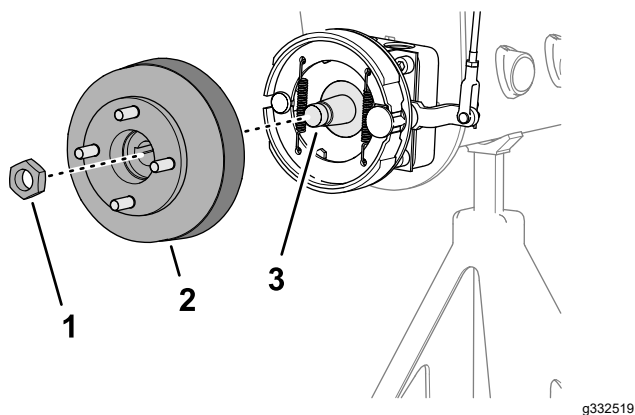
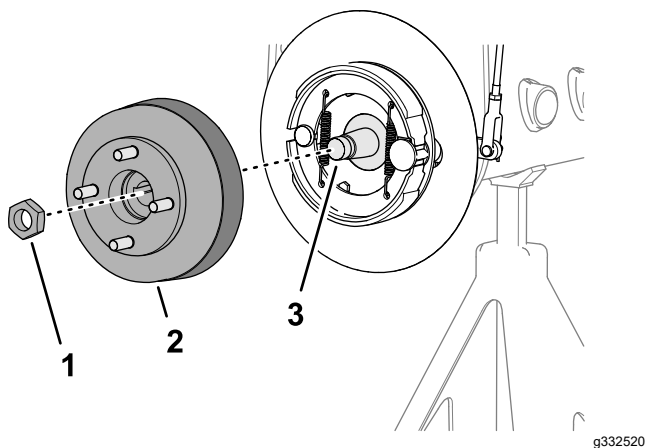

Рисунок 70
Рисунок 71
3. Установите ступицу колеса и тормозной барабан на вал колесного мотора (Рисунок 70 или Рисунок 71).
- Прикрепите ступицу колеса к валу с помощью контргайки (Рисунок 70 или Рисунок 71) и затяните ее от руки.